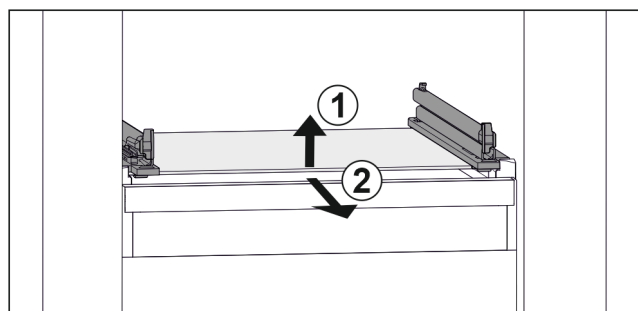

Fig. 118 Příklad znázornění skleněné desky
- ▶ Nadzvedněte skleněnou desku vpředu. Fig. 118 (1)
- ▶ Vyjměte skleněnou desku dopředu. Fig. 118 (2)